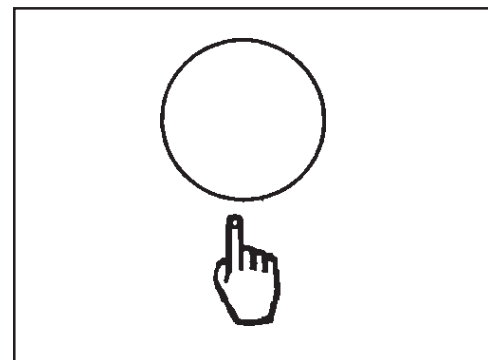

Figure 33
5. Le tableau de commande avant de machine est équipé d'un bouton One Touch (voir figure 33) qui est pré-programmé selon le débit d'écoulement de la solution et selon la pression d'applique sur les brosses par défaut. Appuyez brièvement sur ce bouton One Touch pour utiliser ces réglages. **REMARQUE :** Si ces réglages ne sont pas adaptés à vos besoins, consultez la page 72 ou la section « Utilisation du bouton One Touch ».